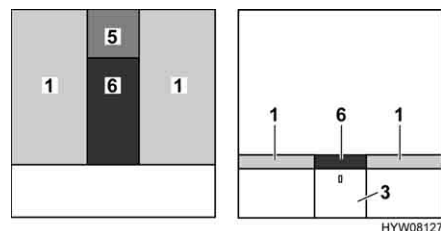

Fig. 83 Après la transformation
- Placer le coussin supplémentaire (Fig. 83,5) sur le petit meuble de nuit.
- Placer le coussin supplémentaire (Fig. 83,6) entre les matelas (Fig. 83,1).